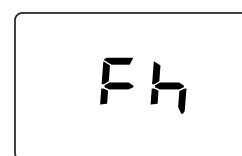

Abb. 7- Entlüftung bei ausgeschaltetem Gebläse
- Anschließend wird der Entlüftungszyklus für 280 Sekunden bei abgeschaltetem Gebläse fortgesetzt (abb. 7).